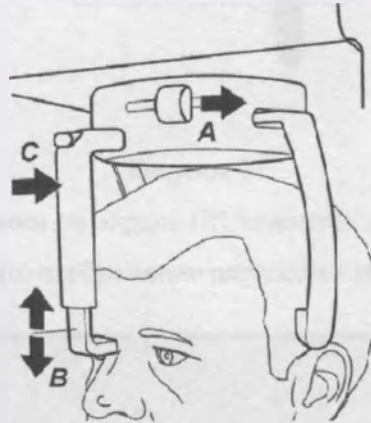

Рисунок 29
8.1.1.15 Закройте височные опоры (см. рисунок 29), сдвинув вправо рычаг височной опоры (А).